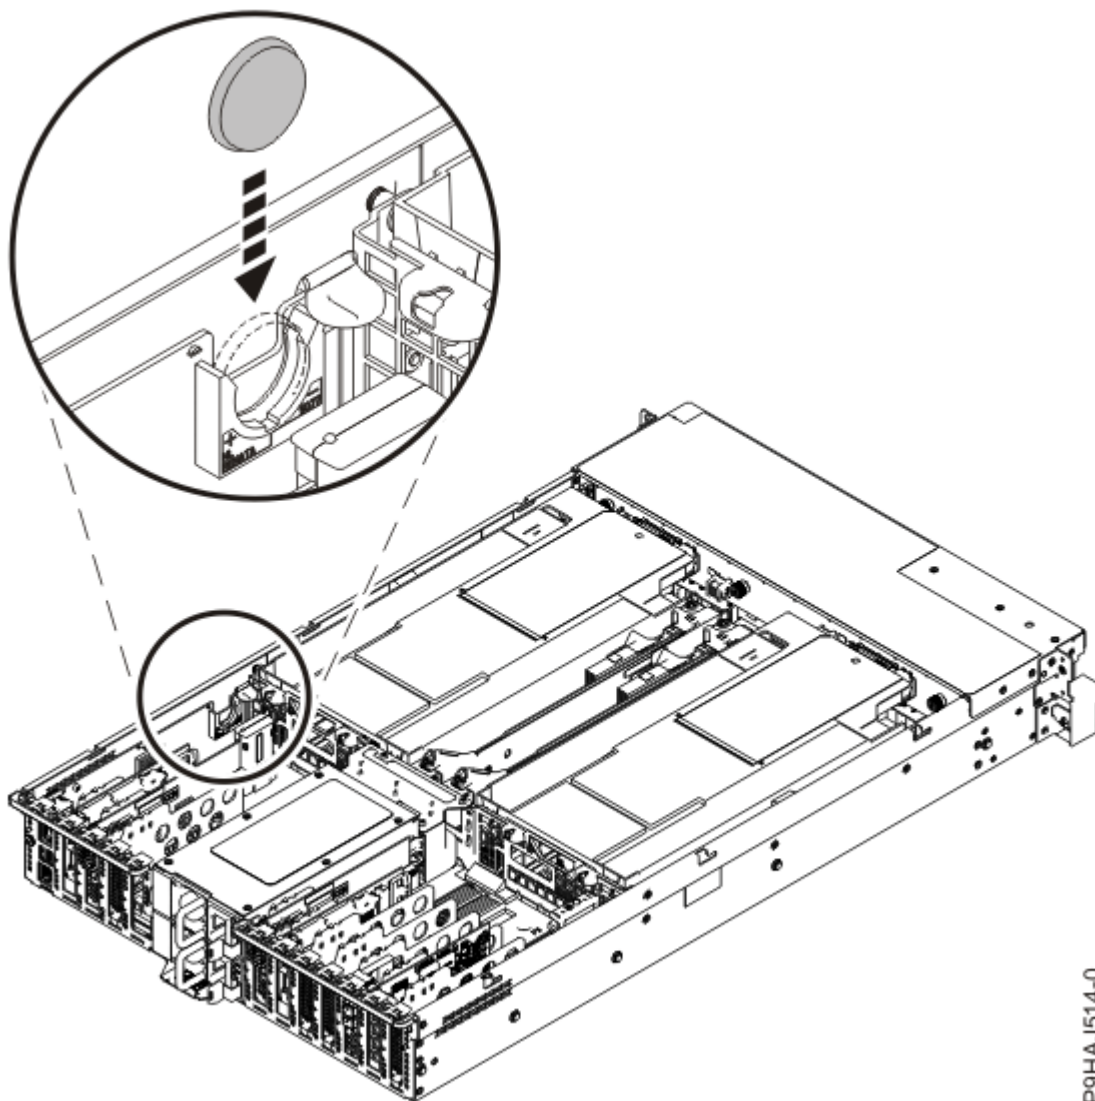

図 6. 時刻バッテリーの挿入
2. 時刻バッテリーを、サービス・プロセッサ・カードの位置 P1-C1-E1 にあるスロットに挿入します (8 ページの図 6 を参照)。